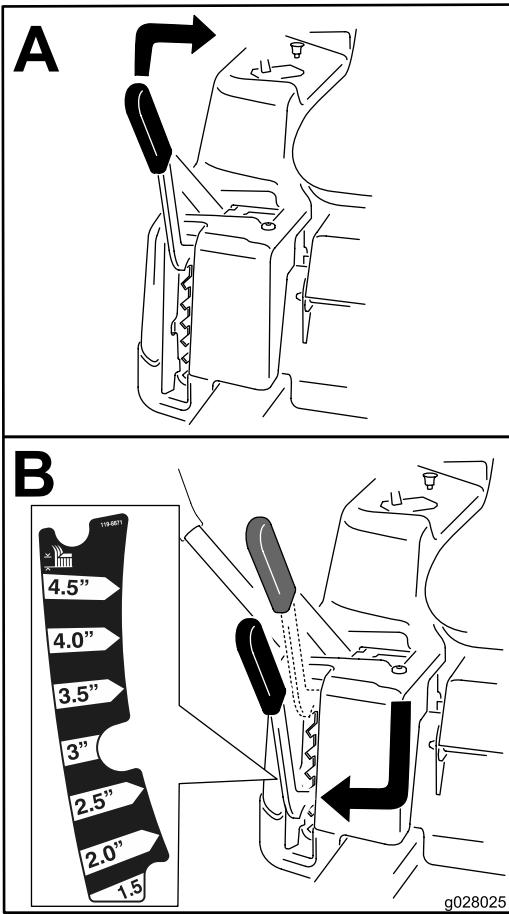

Figura 21
**Nota:** La posición de transporte es la posición de altura de corte más alta, 115 mm (4½"), según se muestra en Figura 21.
La altura de corte es controlada por la palanca situada a la derecha del puesto del operador (Figura 21).